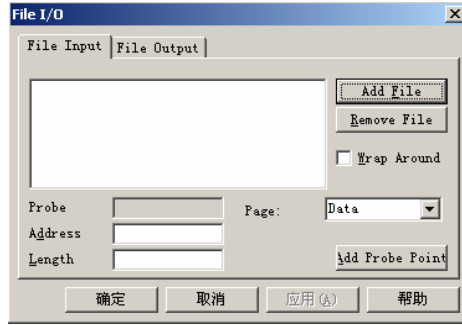

图 5.24 File I/O 对话框
- (1) 打开 5.2 节已经完成的程序, 并进行编译。
- (2) 选择“File→Load Program(文件→下载程序)”。选择 volume1.out 文件, 并单击打开按钮。
- (3) 双击 volume.c, 以便在右边的编辑窗口显示源代码。
- (4) 将光标放在主函数的 dataIO()行上。
- (5) 单击鼠标右键, 在弹出菜单中选择“Toggle Probe Point”, 添加 Probe Point。
- (6) 在 File(文件)菜单, 选择“File I/O”, 出现 File I/O 对话框, 如图 5.24 所示, 在对话框中选择输入/输出文件。